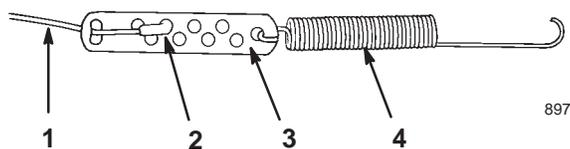

Figure 17
2. Otez la protection du ressort et du dispositif de réglage du câble (Fig. 17).
3. Débranchez le raccord en Z du dispositif de réglage (Fig. 17) et replacez-le dans un trou supérieur ou inférieur du dispositif de réglage de manière à obtenir l'écartement voulu de 2 à 3 mm entre la barre de commande et le manchon (Fig. 15).
3. Débranchez le raccord en Z du dispositif de réglage (Fig. 17) et replacez-le dans un trou supérieur ou inférieur du dispositif de réglage de manière à obtenir l'écartement voulu de 2 à 3 mm entre la barre de commande et le manchon (Fig. 8).